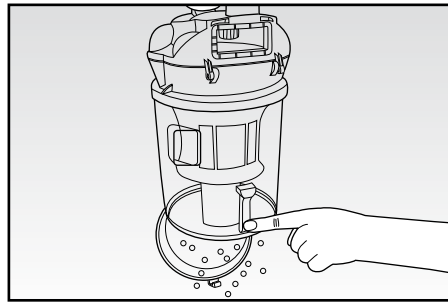
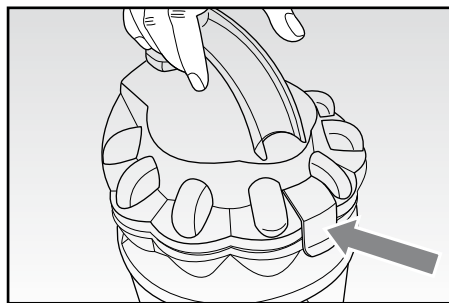
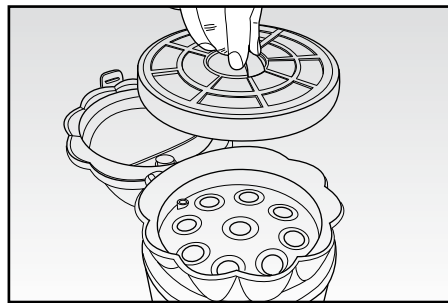

Fig. 7
Fig. 8
Fig. 9
- Svuotare il contenitore della polvere (A), aprendo il coperchio mediante il relativo pulsante di sgancio (Fig. 7).
- Per una pulizia completa del contenitore (A) è necessario smontarlo in ogni sua componente, operando come di seguito descritto:
- premere l'apposito pulsante ed aprire il coperchio del contenitore (A) (Fig. 8); quindi estrarre il filtro sottostante (Fig. 9);